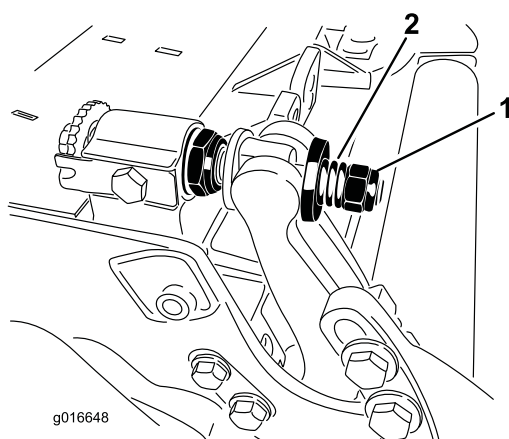

Bild 35
5. Ziehen Sie die Federspannungsmutter an, bis die Feder zusammengedrückt ist, drehen Sie sie dann um eine halbe Umdrehung heraus (Bild 35).